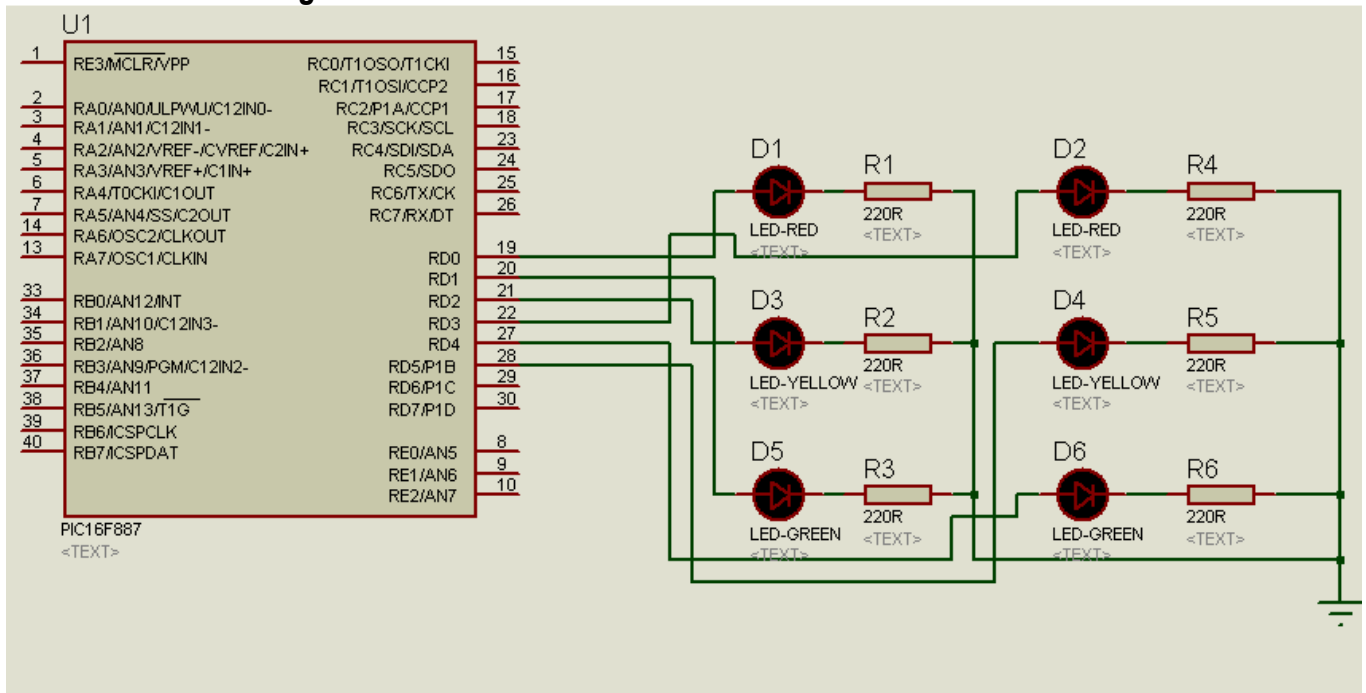

Figura 2.1
**Realizar el siguiente programa de salida de datos y observar su funcionamiento mediante el simulador PROTEUS y posteriormente grabarlo en el circuito de la figura 2.1**
- I. **Realice un programa que efectúe la función de un semáforo en un cruce con las siguientes condiciones, tome en cuenta la conexión de la figura 2.1 y efectúe la simulación en PROTEUS**